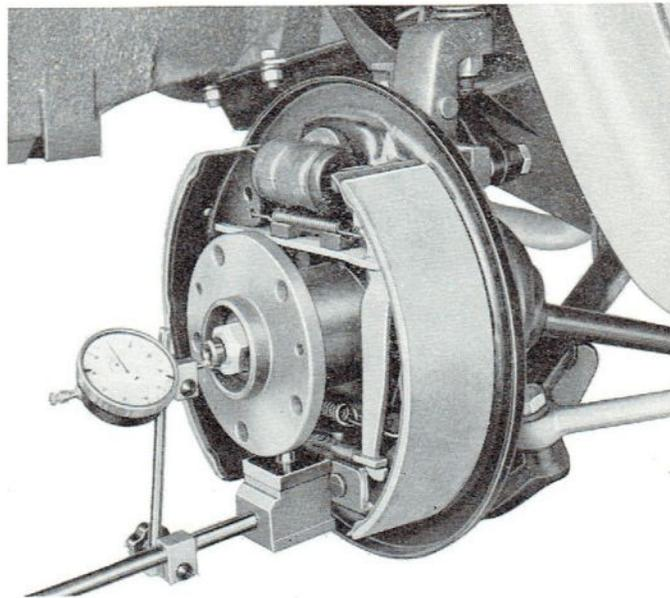

Abb. 107 - Kontrolle des Axialspiels der Vorderradnaben mit einer Messuhr mit Magnethalter.
- an der Stützplatte der Bremsbacken (Abb. 107) wird eine Messuhr mit Magnethalter angesetzt;